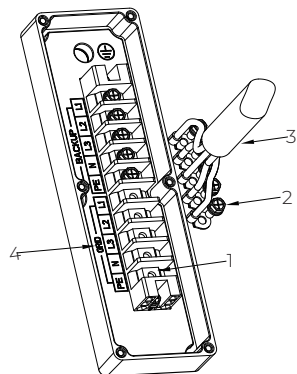

Abbildung 3-6-4
**Schritt 4:** Schließen Sie das Kabel mit den gecrimpten Kabelschuhen unter Beachtung der Polarität der auf dem Klemmenkasten vermerkten Stromnetzsymbole an und ziehen Sie die Schrauben mit einem Schraubendreher fest (Abbildung 3-6-4).